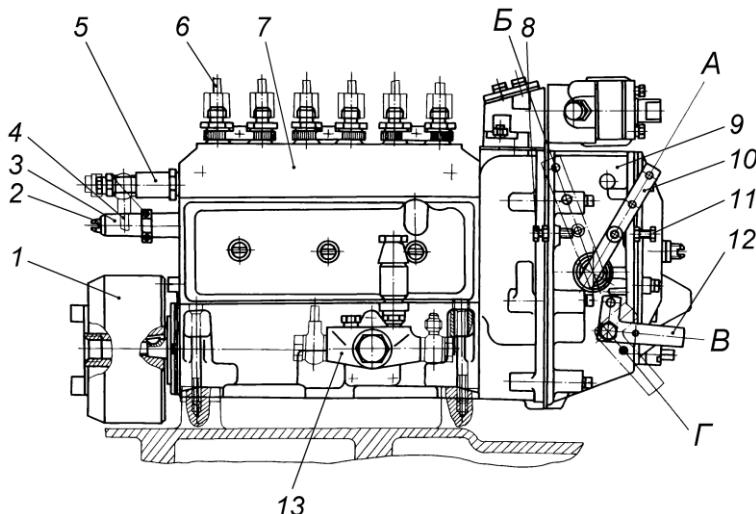
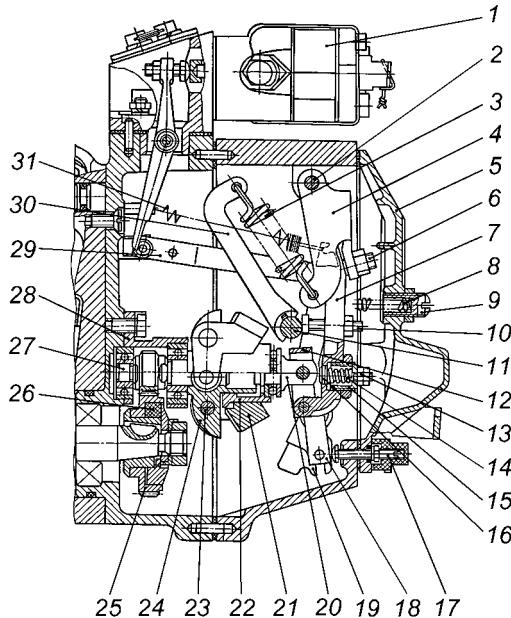

Рис. 30. Топливный насос высокого давления:
Рис. 31. Регулятор частоты вращения:
Топливный насос высокого давления в сборе с регулятором частоты вращения, муфтой опережения впрыска и топливоподкачивающим насосом изображен на рис. 30.
Рейка топливного насоса перемещается в направляющих втулках, запрессованных в корпус насоса. Выступающий из насоса конец рейки защищен втулкой 3 (рис. 30), в которую ввернут винт 2, ограничивающий мощность двигателя в обкаточный период. Винт-ограничитель контролируется проволокой и пломбируется.
ТНВД оснащен всережимным механическим регулятором частоты вращения (рис. 31), который, изменяя подачу топлива в зависимости от нагрузки, поддерживает заданную водителем частоту вращения коленчатого вала двигателя.
Подача топлива полностью выключается механизмом останова, состоящим из кулисы 19, рычага останова 12 (рис. 30) и возвратной пружины, расположенной за рычагом останова под крышкой.
Кулиса с рычагом останова соединяется пружиной, расположенной внутри кулисы и предохраняющей механизм регулятора от чрезмерных усилий при выключении подачи топлива. Во время работы двигателя кулиса прижата усилием возвратной пружины к регулировочному винту 17 (рис. 31).
- 1 Максимальная частота вращения холостого хода (начало выброса рейки) регулируется болтом 8 (рис. 30).
- 2 Минимальная частота вращения холостого хода регулируется болтом 11 (рис. 30) и корпусом буферной пружины 9 (рис. 31).
- 4 Номинальная мощность регулируется винтом 17 (рис. 31).
- 5 Предварительное натяжение пружины (разность частоты вращения конца и начала выброса рейки) регулируется винтом 6 (рис. 31).